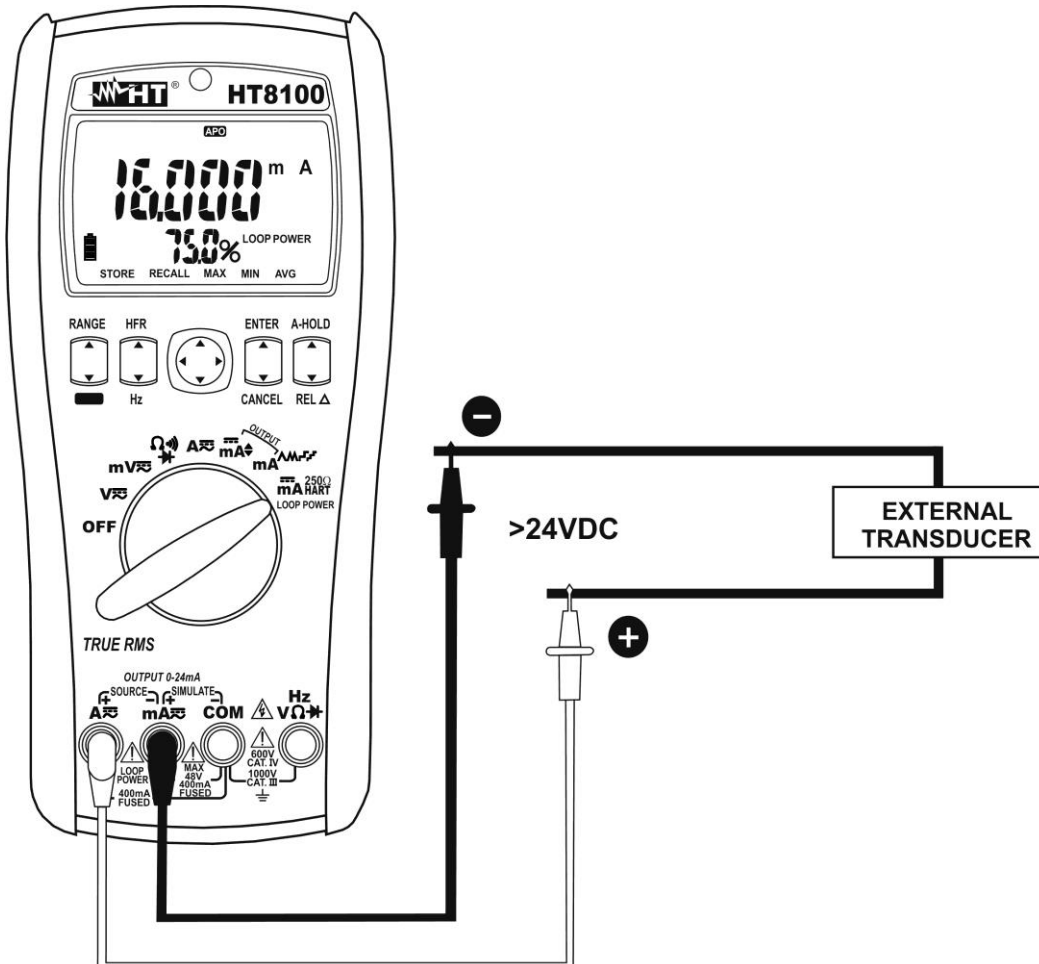

Fig. 10 : Utilisation pour mesure de courant DC à la sortie des transducteurs externes
4. Connecter l'embout rouge et l'embout noir au transducteur externe en respectant la polarité et la direction du courant dont à la Fig. 10.